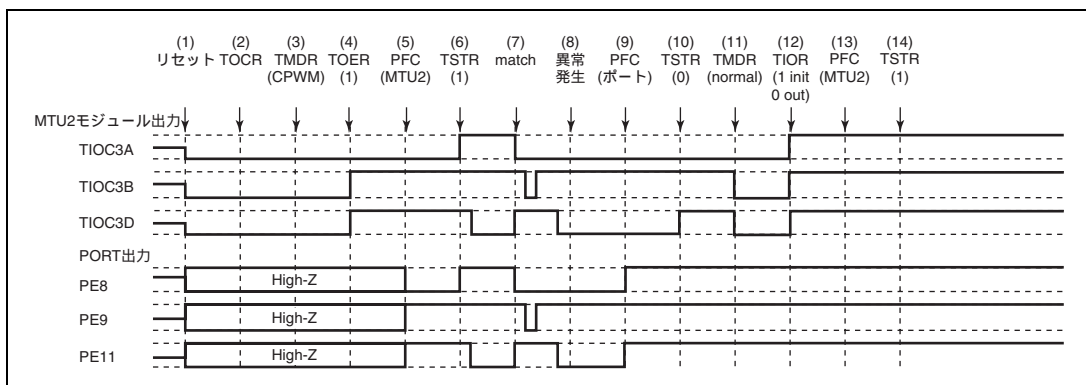

図 9.144 相補 PWM モードで異常が発生し、ノーマルモードで復帰する場合
相補 PWM モードで異常が発生し、再設定後ノーマルモードで再スタートする場合の説明図を図 9.144 に示します。
(1) ~ (10) は図 9.144 と共通です。
(11) PWM モード 1 を設定してください (MTU2 出力はローレベルとなります)。
(12) TIOR で端子を初期化してください (PWM モード 1 では TIOC\*B 側は初期化されません)。
(13) PFC で MTU2 出力としてください。
(14) TSTR で再スタートします。
- (1) ~ (10) は図 9.144 と共通です。
- (11) PFC で MTU2 出力としてください。
- (12) TSTR で再スタートします。
- (13) コンペアマッチの発生により相補 PWM 波形を出力します。
(24) 相補 PWM モードで動作中に異常が発生し、相補 PWM モードで新たに再スタートする場合の動作
- (11) ノーマルモードを設定し新しい設定値を設定してください (MTU2 出力はローレベルとなります)。
- (12) TOER でチャンネル 3、4 の出力を禁止してください。
- (13) TOCR で相補 PWM モードの出力レベルと周期出力の許可禁止を選択してください。
- (14) 相補 PWM を設定します。
- (15) TOER でチャンネル 3、4 の出力を許可してください。
- (16) PFC で MTU2 出力としてください。
- (17) TSTR で再スタートします。
- (11) ノーマルモードを設定してください (MTU2 出力はローレベルとなります)。
- (13) TOCR でリセット同期 PWM モードの出力レベルと周期出力の許可禁止を選択してください。
- (14) リセット同期 PWM を設定します。
- (17) TSTR で再起動します。
(26) リセット同期 PWM モードで動作中に異常が発生し、ノーマルモードで再スタートする場合の動作